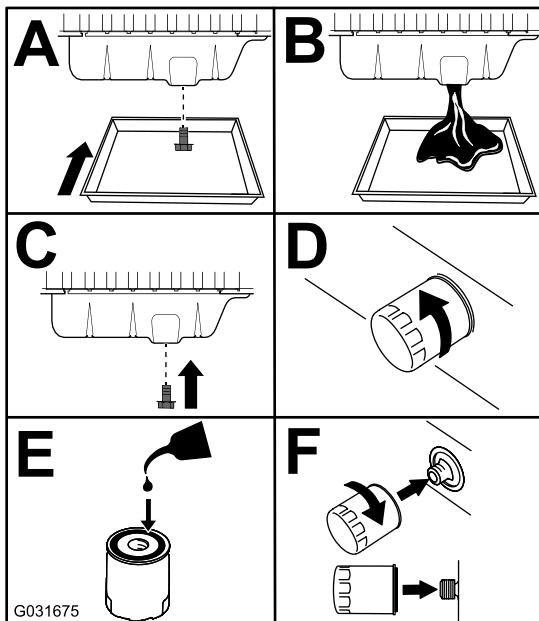

Bild 84
3. Tauschen Sie das Motoröl und den Motorölfilter aus (Bild 84).